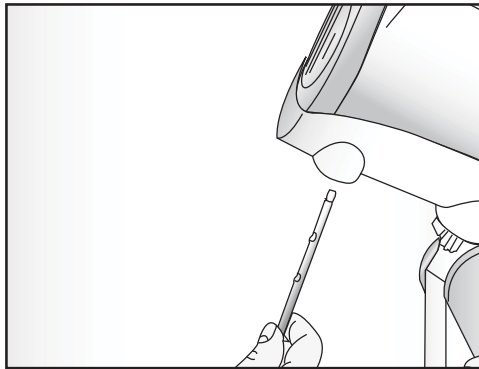
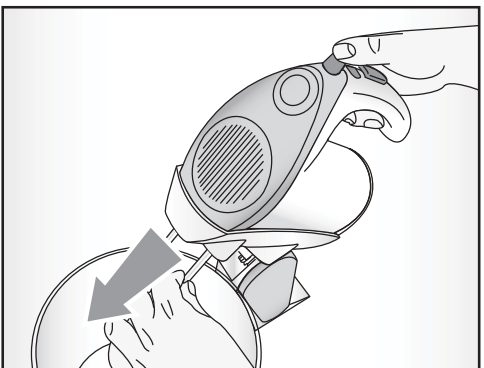
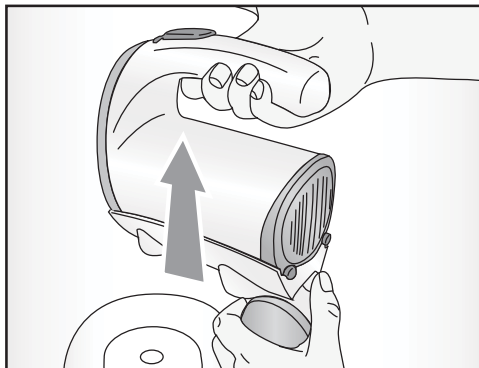

Fig. 5
Fig. 6
Fig. 7
- Introduire les fouets (I-L) dans les trous situés sur la partie inférieure du bras, jusqu'au déclic (Fig. 5).
- Verser les ingrédients dans le bol (A) et, en frappant le poussoir d'inclinaison du bras (H), abaisser le corps moteur (F).
**ATTENTION: Si l'appareil, pendant le mixage, ralentit de façon excessive, passer à une vitesse supérieure ou diminuer la quantité d'ingrédients à mixer. Dans le cas de préparations très denses, il est possible d'utiliser aussi la vitesse «Turbo» en frappant la touche correspondante (D).**
**ATTENTION: L'appareil est muni d'un mécanisme particulier qui produit, pendant le mixage, un mouvement rotatoire du bol (A) à une vitesse régulière.**
- Si on désire ajouter d'autres ingrédients à la préparation ou changer le type de fouets, il est nécessaire d'éteindre l'appareil en positionnant le sélecteur de vitesse (E) sur «0» et de soulever le corps moteur (F) comme décrit précédemment.
- Une fois l'utilisation terminée, soulever le corps moteur en frappant le poussoir d'inclinaison du bras (H). Extraire les fouets utilisés en frappant la touche d'expulsion des fouets (C) (Fig. 6) et retirer le corps moteur en frappant la touche de décrochage (G) (Fig. 7). Extraire le bol (A).
**ATTENTION: En cas de problème d'espace ou si on désire travailler dans des récipients différents, il est possible également d'utiliser le corps moteur (F) séparé de son support (B).**
- Die gewünschten Rührbesen (I-L) in die Öffnungen einführen und drücken, bis sie einrasten (Abb. 5).
- Die Zutaten in die Schüssel (A) geben, die Kipptaste des Arms (H) betätigen und Motor (F) nach unten kippen.
**ACHTUNG: Wenn das Gerät während der Verarbeitung allzu langsam dreht, schalten Sie auf eine höhere Geschwindigkeit um oder verringern Sie die Menge der zu verarbeitenden Masse. Bei sehr zähen Gemischen kann durch Betätigen der entsprechenden Taste (D) auch die "Turbo"- Geschwindigkeit eingeschaltet werden.**
**ACHTUNG: Das Gerät ist mit einer speziellen Vorrichtung ausgestattet, durch die während der Verarbeitung die Schüssel (A) mit gleichmäßiger Geschwindigkeit gedreht wird.**
- Falls weitere Zutaten hinzugefügt oder die Rührbesen ausgewechselt werden sollen, muss das Gerät durch Umschalten des Geschwindigkeitswählers (E) auf «0» abgeschaltet und der Motor (F) hochgeklappt werden, wie oben beschrieben.
- Nach dem Gebrauch, den Motor anheben, indem die Kipptaste des Arms (H) betätigt wird. Die Rührbesen durch Drücken der Ausstoßtaste (C) (Abb. 6) entfernen und den Motor durch Betätigen der Entriegelungstaste (G) (Abb. 7) abnehmen. Die Schüssel (A) herausnehmen.
**ACHTUNG: Im Fall von Platzproblemen oder Verwendung anderer Behälter kann der Motor (F) auch getrennt von seiner Aufnahme (B) verwendet werden.**
- Por los orificios inferiores del brazo, introducir las varillas (I-L) deseadas hasta que se acoplen (Fig. 5).
- Colocar los ingredientes en el recipiente (A) y apretando el botón del inclinación del brazo (H), bajar el cuerpo motor (F).
**ATENCIÓN:** Si el aparato durante la elaboración disminuye la velocidad excesivamente, pasar a una velocidad superior o disminuir la cantidad de mezcla por elaborar. En el caso de masas muy densas, se puede utilizar también la velocidad «Turbo» apretando el pulsador correspondiente (D).
**ATENCIÓN:** El aparato cuenta con un mecanismo especial que durante la elaboración induce un movimiento rotatorio con velocidad regular al recipiente (A).
- En el caso que deseáramos añadir ulteriores ingredientes a la mezcla o cambiar el tipo de varillas, hay que apagar el aparato llevando el selector de velocidad (E) al «0» y levantar el cuerpo motor (F) como se ha descrito precedentemente.
- Cuando acabemos de utilizarlo, levantar el cuerpo motor apretando el pulsador de inclinación del brazo (H). Extraer las varillas utilizadas apretando el botón de desenganche de las varillas (C) (Fig. 6) y quitar el cuerpo motor apretando el correspondiente botón de desenganche (G) (Fig. 7). Sacar el recipiente (A).
**ATENCIÓN:** En el caso de que haya problemas de espacio o se quiera trabajar en recipientes diferentes, se puede usar el cuerpo motor (F) también separado del soporte (B).